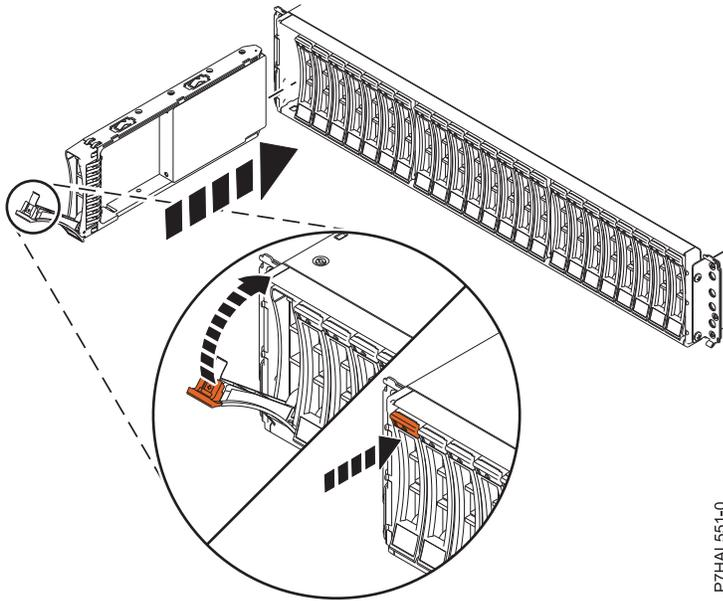

Figure 14. Installation ou remise en place de l'unité de disque dans le boîtier d'unité de disque
3. Avec la poignée en position déverrouillée, comme illustré à la figure 14, à la page 15, maintenez l'unité par le dessous pour l'aligner avec les rails de guidage dans l'unité d'extension.
8. Verrouillez l'unité en faisant tourner la poignée de la baie (A) dans la direction indiquée. figure 14, à la page 15.